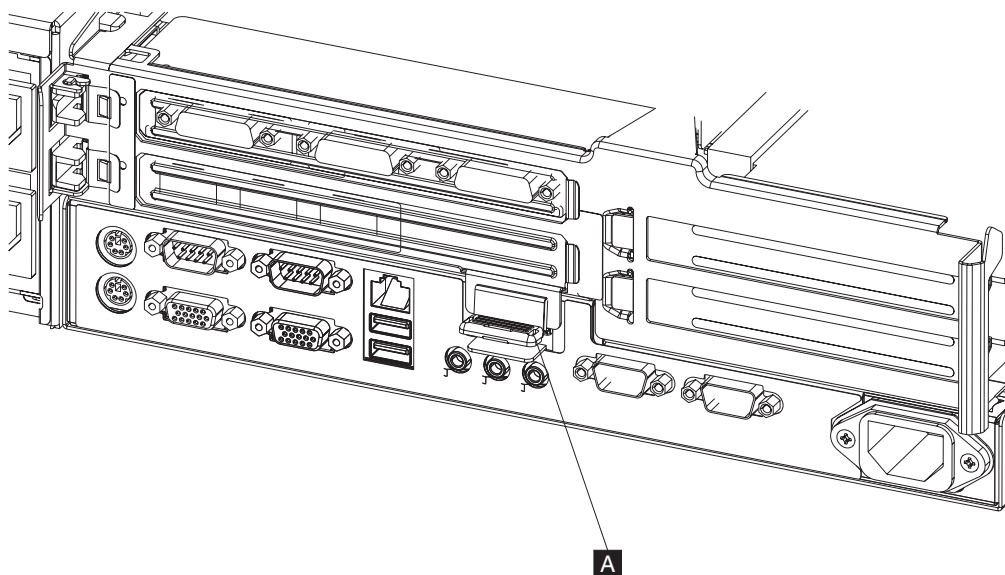

图 31. 松开夹板螺丝
5. 抬起夹板把手，往下推后端的夹板插销卡口（第 40 页的图 31 中的 **A**），并向上拉起以卸下夹板及转接卡。